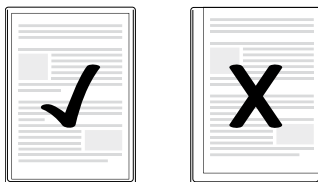

Fig. 1
- ▶ Vær opmærksom på, at alle dokumentets kanter skal have mindst to millimeter afstand til folielommens kant som vist på fig. 1.
- Vær opmærksom på, at alle dokumentets kanter skal have mindst to millimeter afstand til folielommens kant som vist på fig. 1.